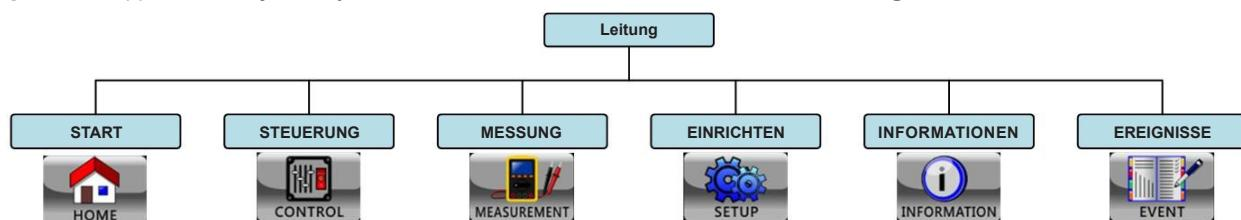

Abbildung 4.4 Menübaum
- 3 Hauptmenü:** Tippen Sie auf jedes Symbol, um das Untermenü aufzurufen. Siehe Abbildung 4.4 für Menübaum.